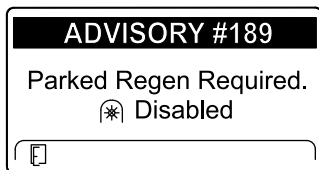

Figura 49
- Si no se realiza la regeneración con la máquina aparcada en un plazo de 2 horas, el InfoCenter muestra ADVISORY #189 (Aviso n.º 189) solicitando la regeneración con la máquina aparcada e indicando la desactivación de la toma de fuerza (Figura 49).